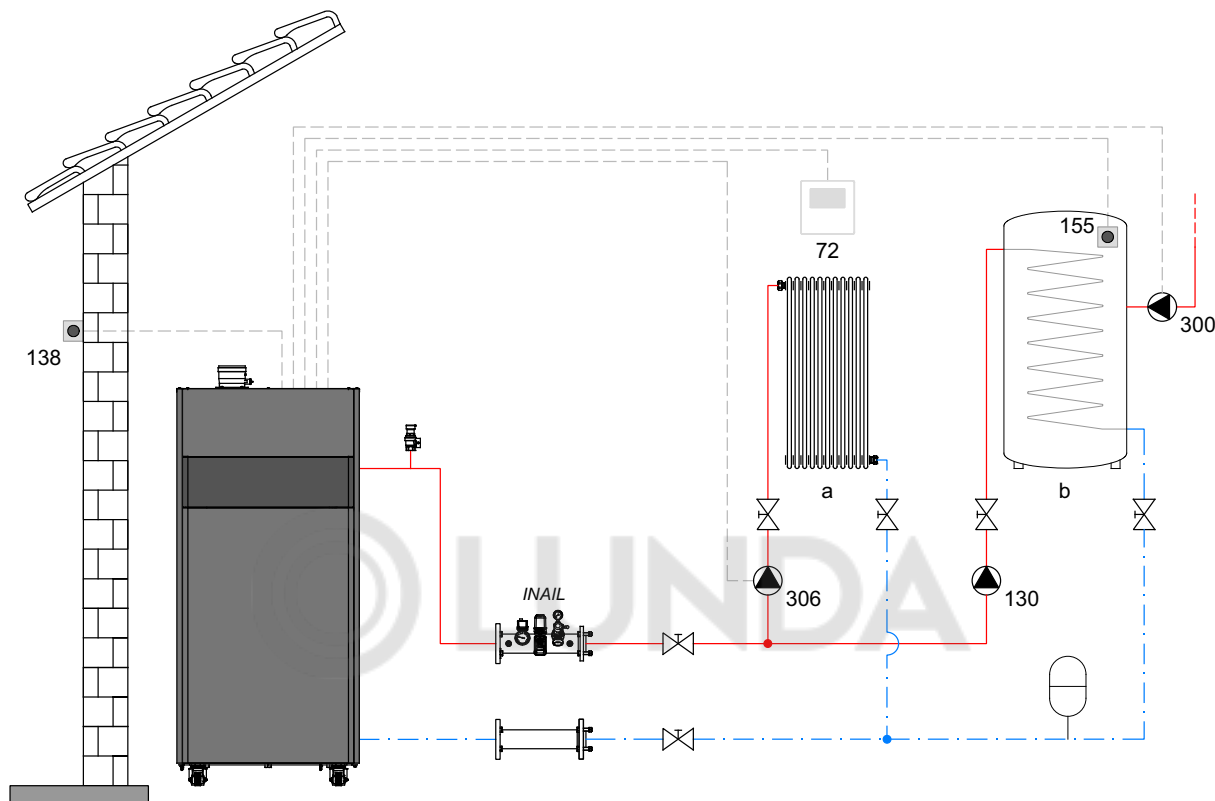
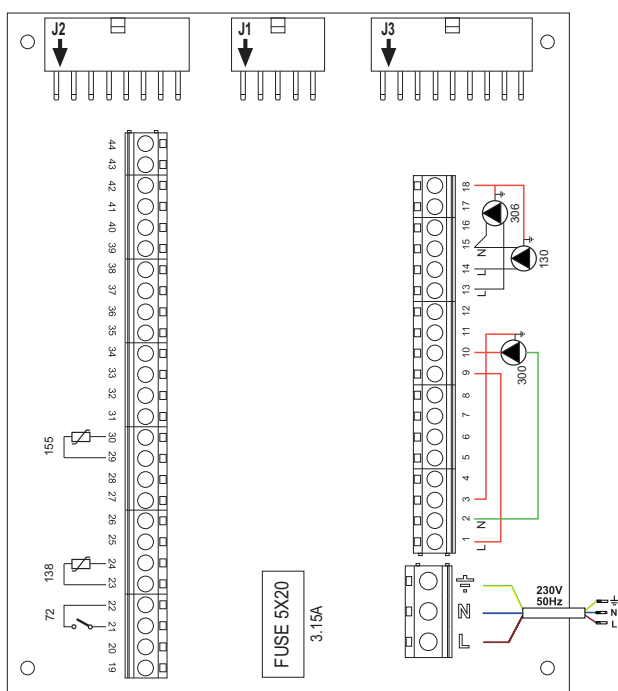

рис. 40
рис. 41
**Спецификация (рис. 40 и рис. 41)**